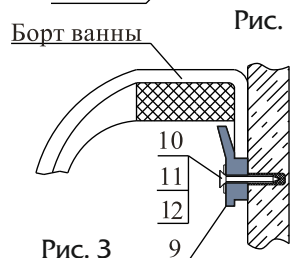

Рис. 3
10. Просверлить отверстия в стене и закрепить ванну пластмассовыми крючками (поз. 9), при помощи самореза (поз. 12), шайбы (поз. 10) и дюбеля (поз. 11) по рис. 3 (два пластмассовых крючка на длинную сторону, один — на короткую).